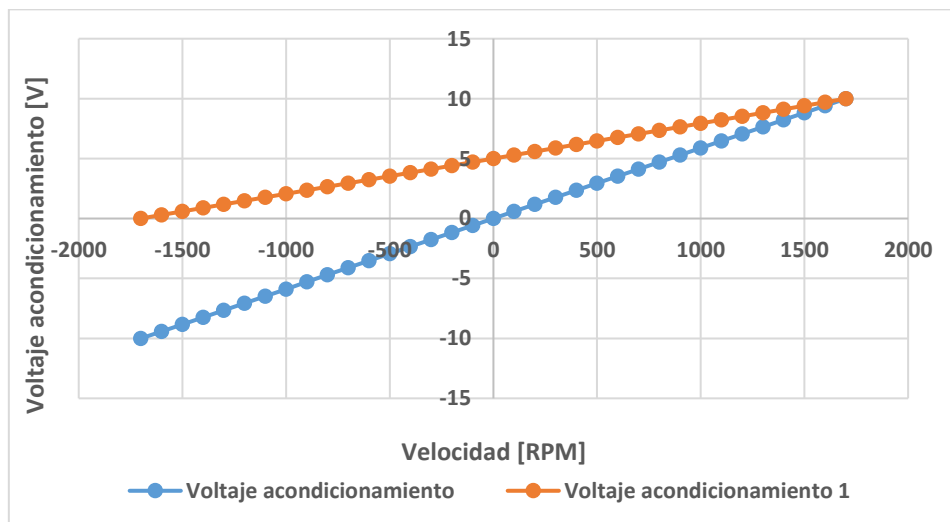

Figura 2. Ejemplo de voltaje de acondicionamiento tacogenerador
3.6. Simular los acondicionamientos realizados en el literal anterior, y presentar en una tabla los datos de: velocidad, voltaje entregado por el tacogenerador, voltaje de salida del acondicionamiento. Y, con los datos realizar un gráfico como el presentado en la Figura 2.